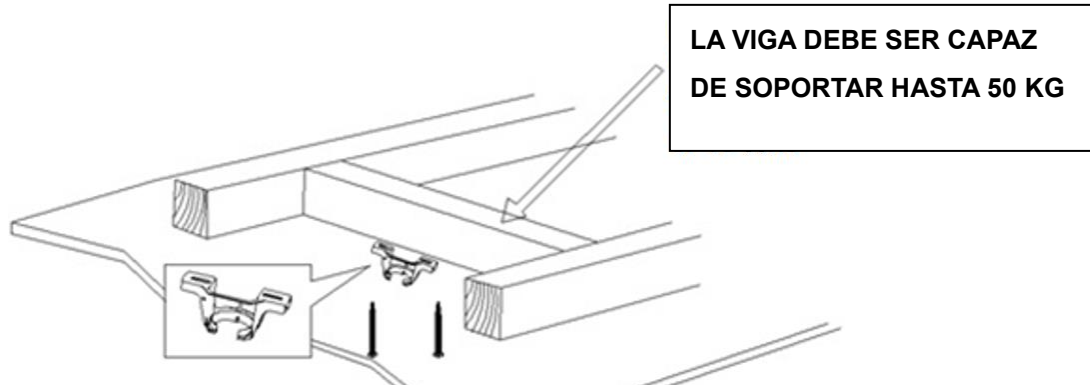

Imagen 1
- Compruebe que tiene todas las piezas que aparecen en la lista y la imagen 1: